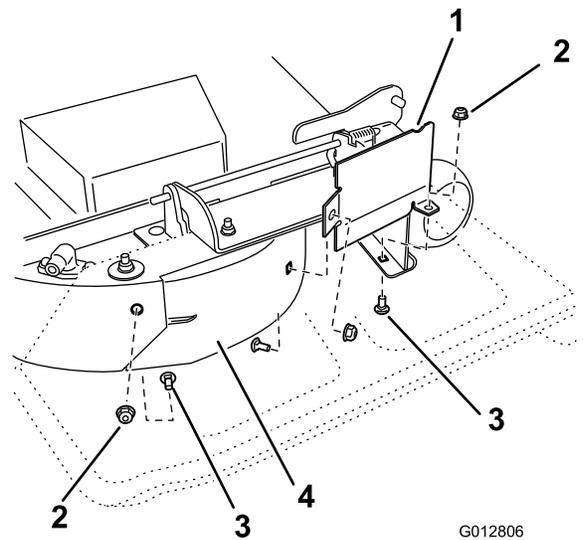

Figure 29
8. Sur la paroi arrière du plateau de coupe, retirez le boulon de carrosserie (5/16 x 3/4") et le contre-écrou (5/16") qui fixent le déflecteur au plateau (Figure 29).
9. Localisez la protection du déflecteur sur le bord avant de l'ouverture d'éjection latérale et retirez les fixations de la protection et du déflecteur droit sur le plateau de coupe (Figure 29).